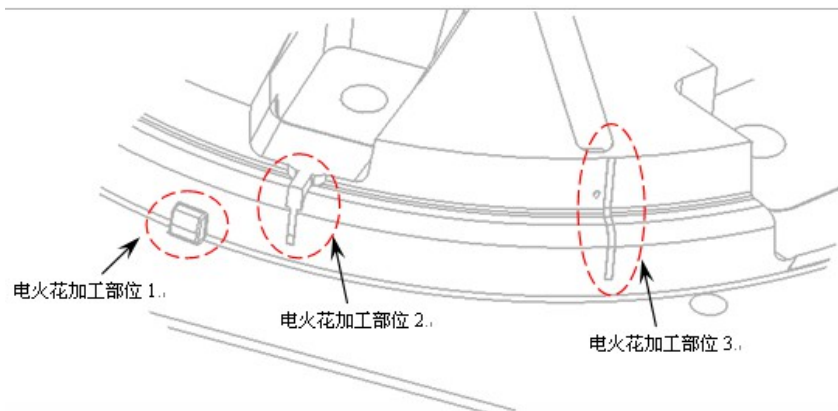

图14-1 需要电火花加工的部位。
- **4、是否需要电火花加工：模具中存在 3 处需要电火花加工的，如图 14-1 所示。**